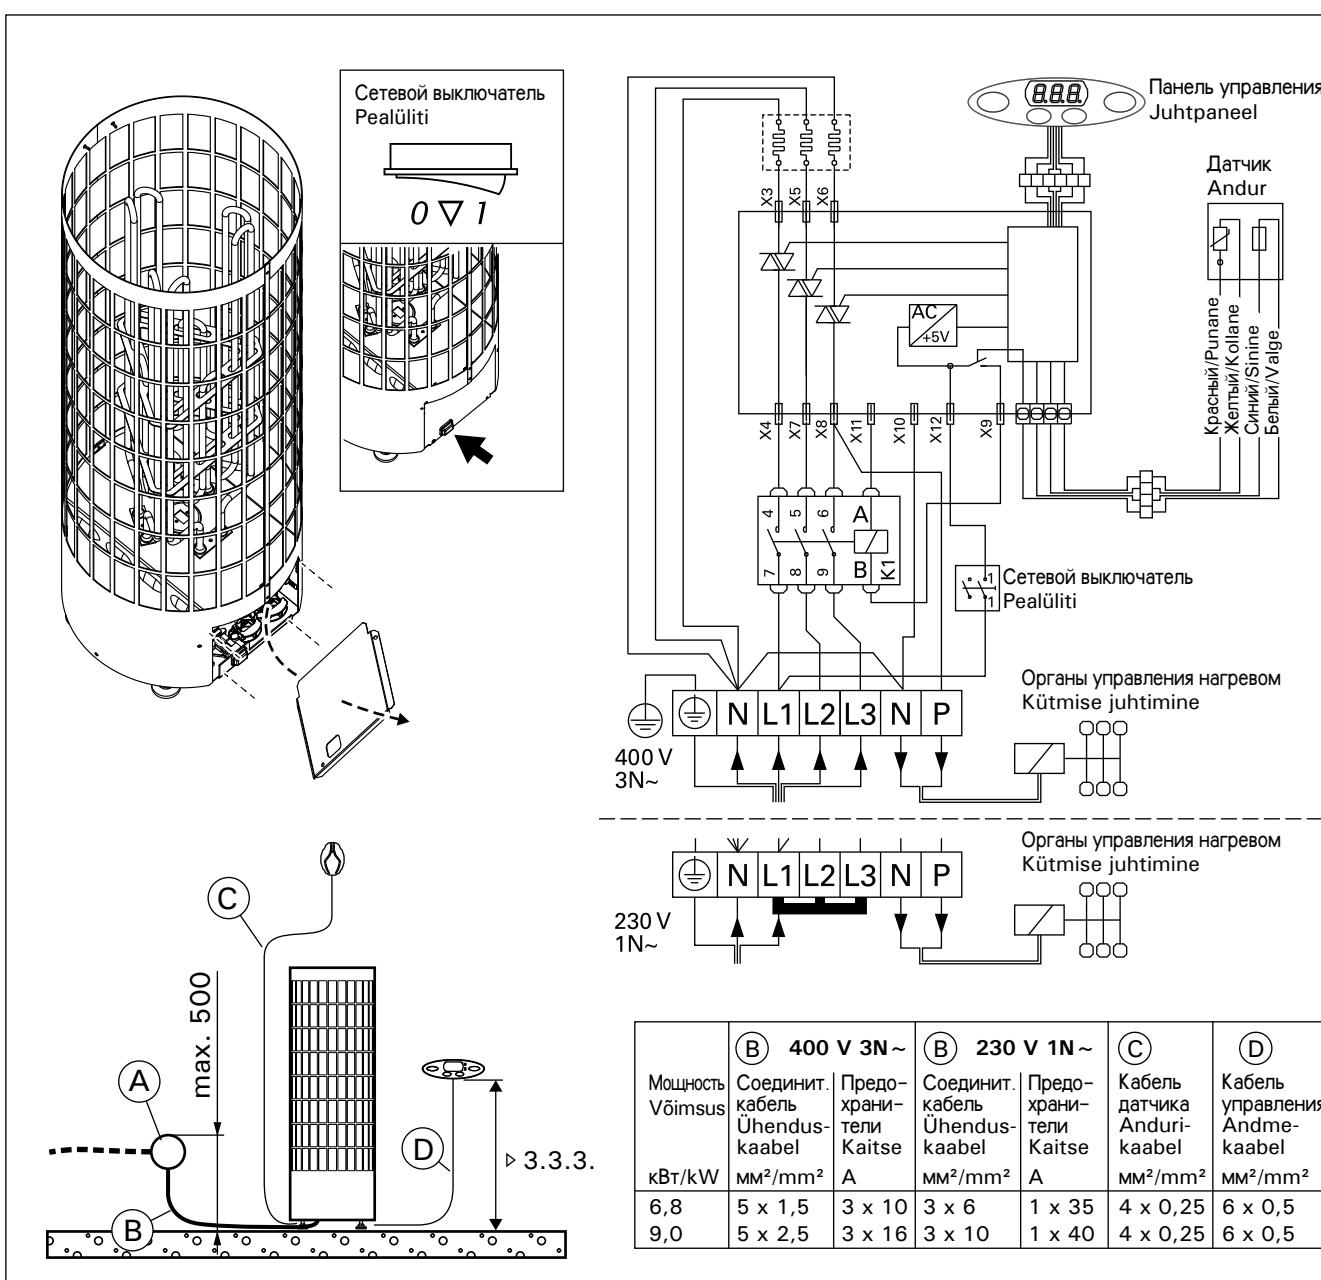

Рисунок 7. Электромонтаж
- Каменка гибким проводом подсоединяется к соединительной коробке (рис. 7: А) на стене сауны. Соединительная коробка должна быть брызгозащищенной и находиться на расстоянии не более 500 мм от пола.
- В качестве кабеля (рис. 7: В) следует использовать резиновый кабель типа HO7RN-F или подобный. **ВНИМАНИЕ! Использование кабеля с ПВХ-изоляцией запрещено вследствие его разрушения под воздействием тепла.**
- Кроме клемм питания каменки оснащены также клеммой (P), которая делает возможным управление электрическим нагревом (рис. 7). Управляющее напряжение передается от каменки, когда она включена. Кабель управления электронагревом подводят прямо к соединительной коробке каменки и дальше с помощью резинового кабеля, равного по сечению соединительному кабелю, к клеммнику.
Закрепите панель управления следующим образом (см. рис. 7):
- Вставьте свободный конец кабель управления в разъем нагревателя по принципу цветового соответствия (рис. 7: C).